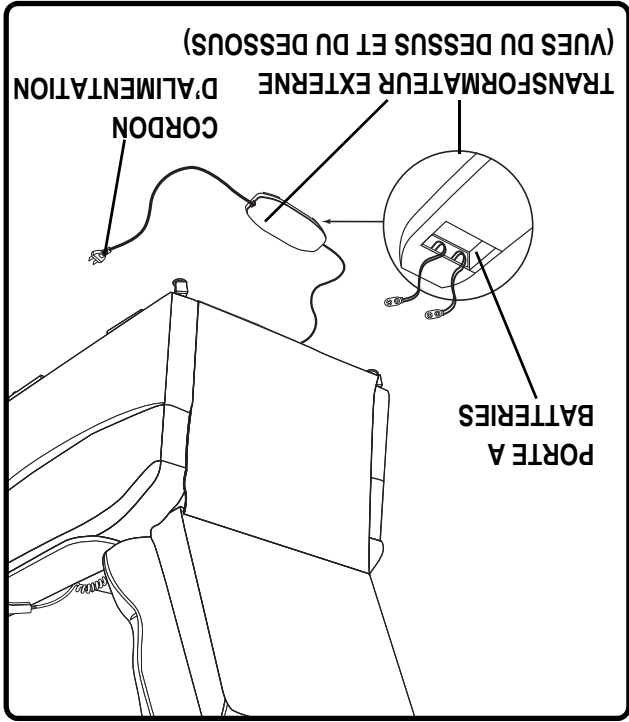

Figure 4.4 Emplacement des batteries sur fauteuil auto-souleveur standard
3. Installez deux batteries 9V dans le transformateur externe (Fig. 4.4).